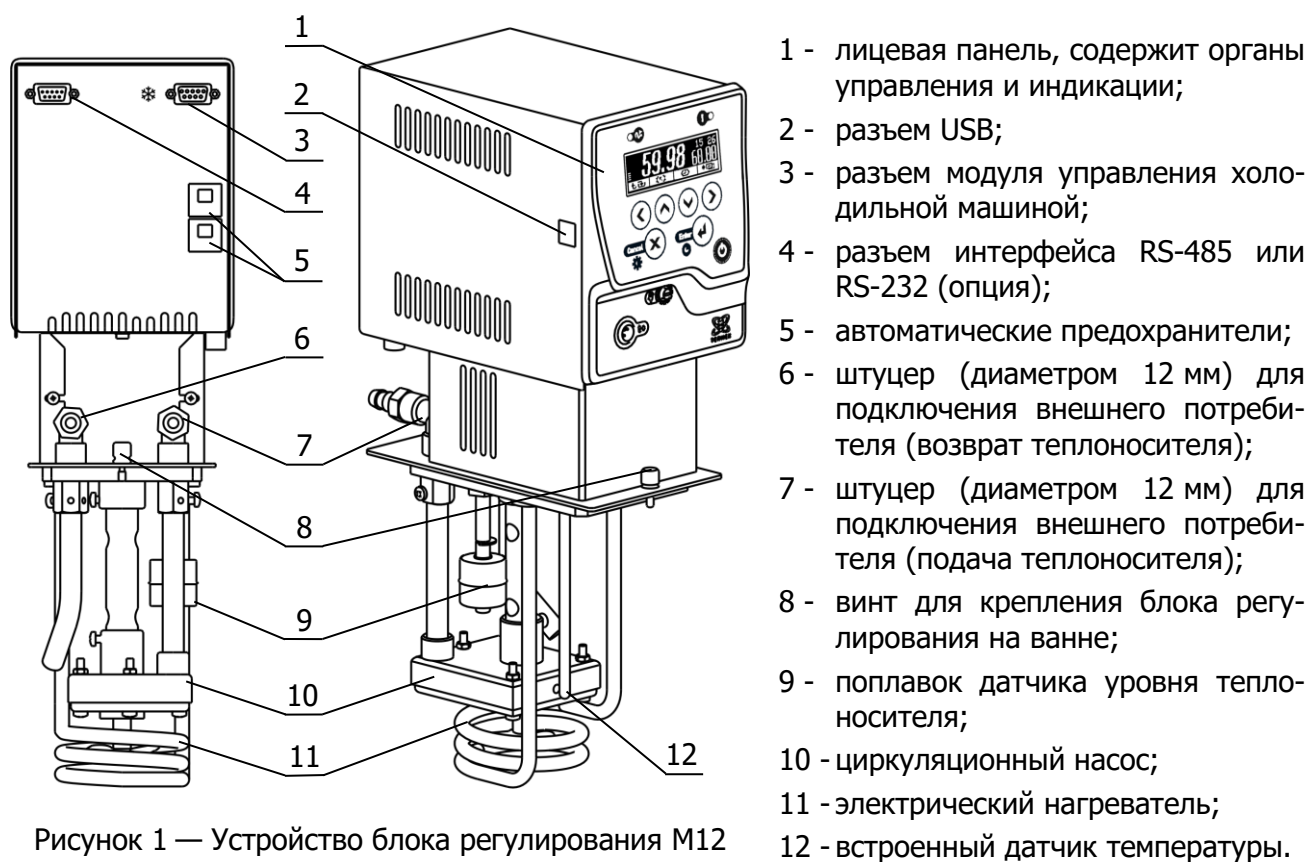

Рисунок 1 — Устройство блока регулирования M12
1.4.2 Работа блоков регулирования заключается в поддержании заданной температуры теплоносителя, циркулирующего в ванне термостата, а также, во внешнем потребителе в случае его подключения. Циркуляция теплоносителя обеспечивается насосом 10 (рисунок 1). Подача теплоносителя внешнему потребителю производится через штуцер 7, а его возврат в ванну термостата — через штуцер 6.
2.2.2 Соединить шлангом-перемычкой из комплекта поставки входной 6 и выходной 7 штуцеры (рисунок 1) насоса блока регулирования. Закрепить шланг-перемычку на штуцерах, используя хомуты из комплекта поставки блока регулирования.